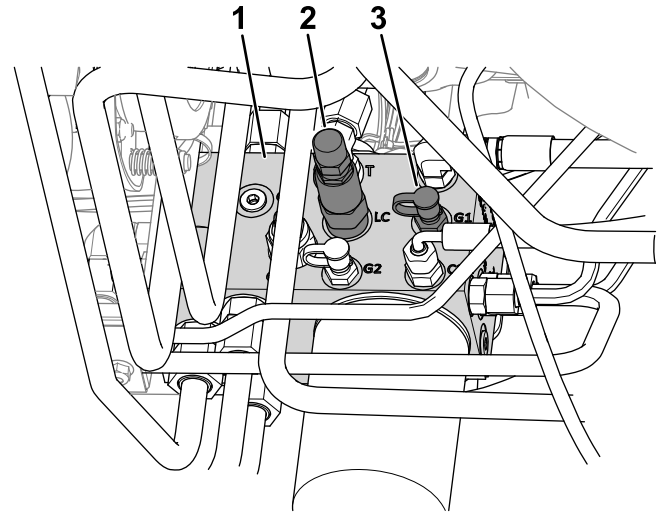

Figure 21
4. Branchez un manomètre sur la prise d'essai (identifiée par G1; voir Figure 21).
2. Tiroir de transfert de poids (LC)
5. Sur le côté du collecteur de levage, enlevez le capuchon de la prise d'essai (identifiée par G1; voir la Figure 21).
6. Desserrez l'écrou de blocage au bout du tiroir de transfert de poids (identifié par LC; voir la Figure 21).